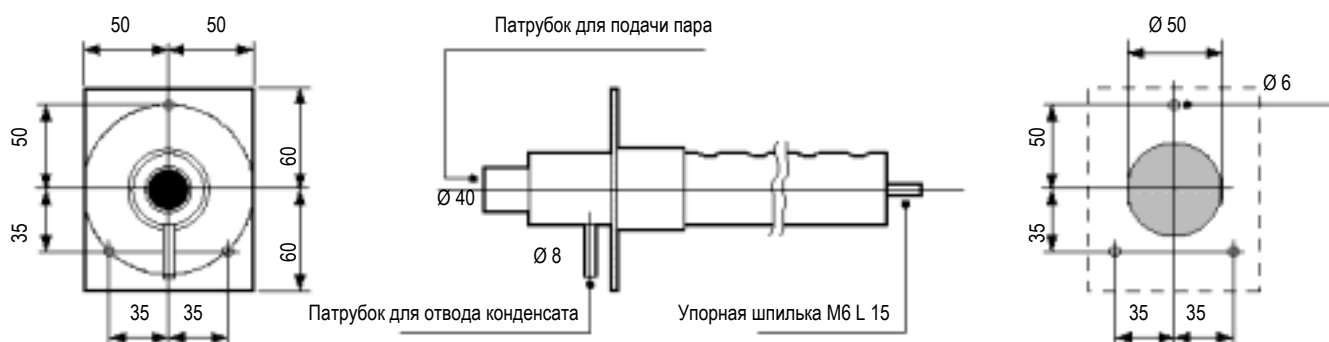

Рис. 4.1.1. Линейные парораспределители из нержавеющей стали
В табл.4.1.1 указаны модели распределителей и номинальная длина, а на рис. 4.1.1 – их размеры.
- Высверлите ряд отверстий в стене воздуховода по шаблону, указанному на Рис. 4.1.1;